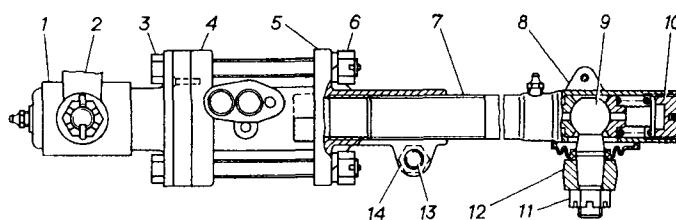

Рис. 10.6. Продольная рулевая тяга:
Продольная рулевая тяга (рис. 10.6) регулируется по длине и преднатягу в шарнирах. В передней части тяги крепится клапан управления гидроусилителя рулевого привода. Регулировкой длины тяги обеспечивается установка рулевого механизма в среднее положение при прямолинейном положении управляемых колёс.
4. Ослабить гайку 14 (рис. 10.6) и отрегулировать длину тяги 7 заворачивая или выворачивая ее до совмещения оси пальца шарнира с осью конусного отверстия поворотного рычага (защитный чехол должен быть снят). Затянуть моментом 5,0–6,2 даН·м (5,0–6,2 кгс·м) гайку 14 и надеть на шарнир защитный чехол.